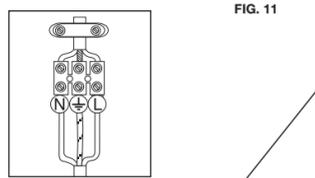

FIG. 11
- I - Assicurarsi che l'impianto elettrico non sia sotto tensione. Togliere la parabola dalla propria sede, evitando di toccarla con le mani (FIG. 12B) - (si consiglia l'utilizzo di un panno soffice, in alternativa guanti in plastica) - ed eseguire correttamente le connessioni elettriche, facendo attenzione di collegare il cavo di terra giallo e verde nella sede con il relativo simbolo (FIG. 11).
- Remove the reflector from its seat, avoiding to touch it with your hands (FIG. 12B) - (we suggest the use of a soft cloth, in alternative plastic gloves) - and execute in the right way the electric connections, being careful to connect the yellow and green earth cable in the seat with the relative symbol (FIG. 11).
- Enlever la parabole de son siège, évitant de la toucher avec les mains (FIG. 12B) - (on conseille d'utiliser un chiffon moelleux, en alternative guants en plastique) - et exécuter correctement les connexions électriques, en faisant attention de connecter le câble de terre jaune et vert dans le siège avec le relatif symbole (FIG. 11).
- Den Refektor aus ihrem Sitz entfernen, es dabei jedoch nicht mit den Händen berühren (FIG. 12B). Dazu sollte ein weiches Tuch oder alternativ Kunststoffhandschuhe verwendet werden. Die elektrischen Anschlüsse ausführen und dabei darauf achten, daß das gelb-grüne Erdkabel in die Aufnahme mit dem entsprechenden Symbol (FIG. 11) angeschlossen wird.
- Sacar la parabola de su alojamiento evitando tocarla con las manos (FIG. 12B) [es aconsejable utilizar un trapo suave, o si no guantes de plástico]; realizar correctamente las conexiones eléctricas, teniendo cuidado de conectar el cable de tierra amarillo y verde en el alojamiento con el símbolo correspondiente (FIG. 11).